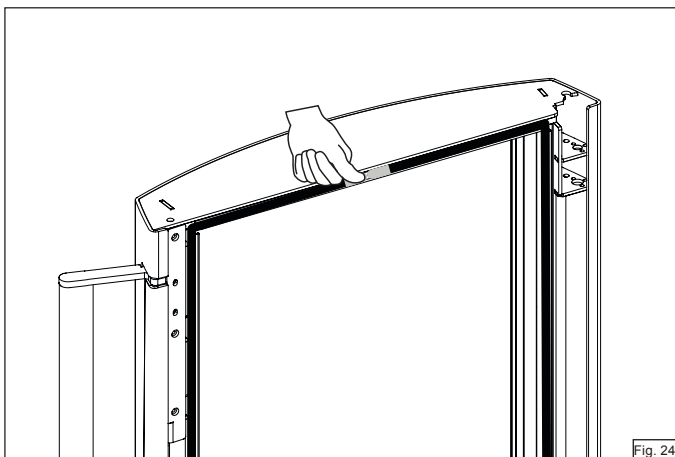

Fig. 24
- Enveloppez également l'extrémité avec du ruban de cuivre (Fig. 20) et appuyez sur le joint dans le guide (Fig. 24).